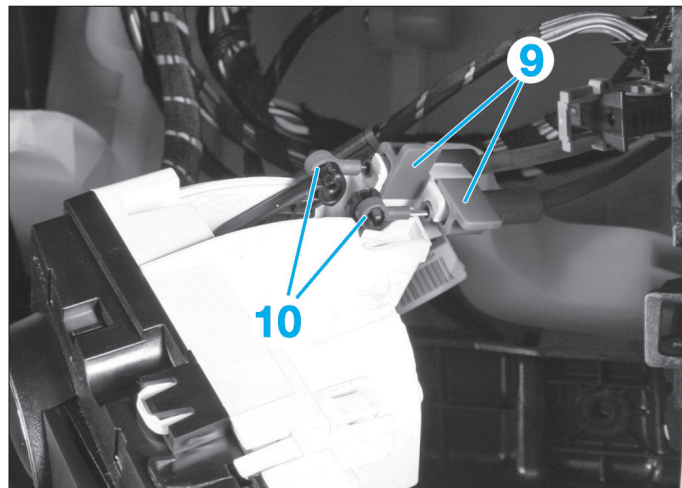

FIG. 31
- Agir sur les verrous (7) et dégager le panneau de commande (8) vers l'avant, la faire pivoter puis l'extraire par le bas.
- **Véhicule avec climatisation semi-automatique (Thermatic)**, déverrouiller les agrafes de maintien (9) et extraire les câbles des rotules (10) (**Fig.31**).